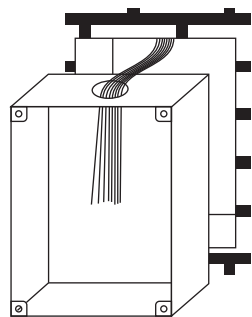

图 2
2. 在底壳开一出线孔，将传输线从出线孔内穿过，最后将底壳装在槽内（注意底壳的方向不能装反），见图2。